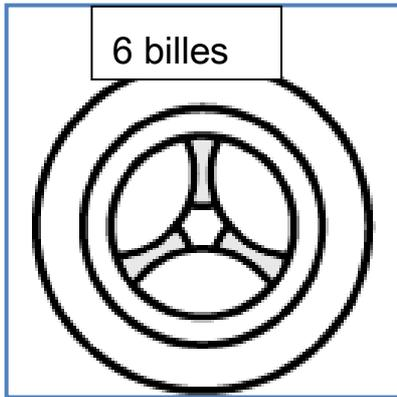

Fig.1
7. En regardant à travers le piston, assurez-vous qu'une circonférence partielle de six billes faisant saillie dans le canal de guidage du piston est visible (Fig. 1). L'espace clair créé par la disposition des billes au centre du canal de guidage représente alors une forme hexagone semblable à une étoile à six branches. Si les six billes ne sont pas visibles de cette manière dans le canal de guidage, le COULISSTOP® ne pourra pas être utilisé et il faut contacter la société Reutlinger GmbH, service Qualité (« Abt. Qualitätswesen »).